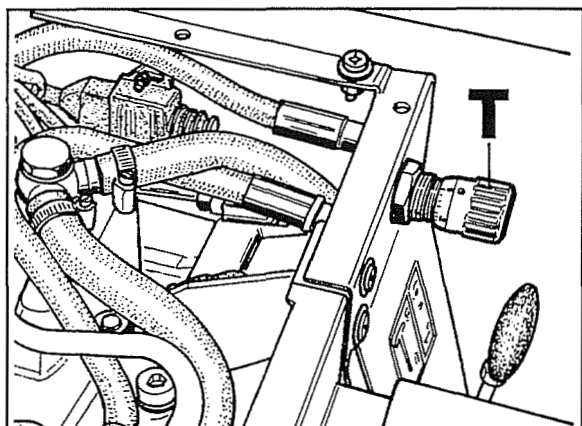
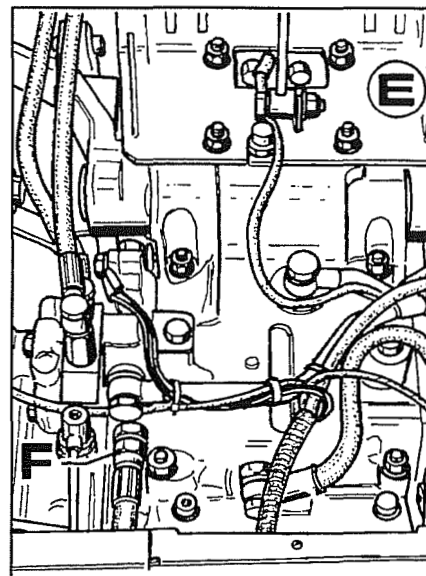

Fig. 9
Fig. 8
4. Retirar o suporte do assento **E** fig. 8 e desligar as cablagens que vão das electroválvulas ao interruptor de fim de curso e os cabos de massa.
6. Desligar o tubo de ida do óleo **F** fig. 8 do suporte dos distribuidores e a válvula **T** fig. 9 de ida do óleo ao cilindro.